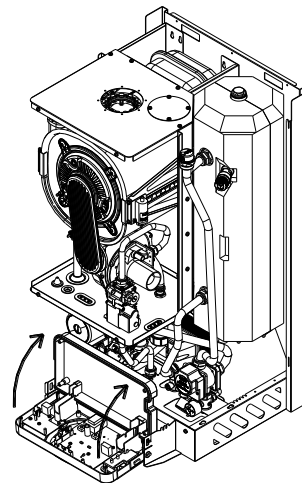

fig. 5
- dévisser les quatre vis (fig.5) et retirer le capot